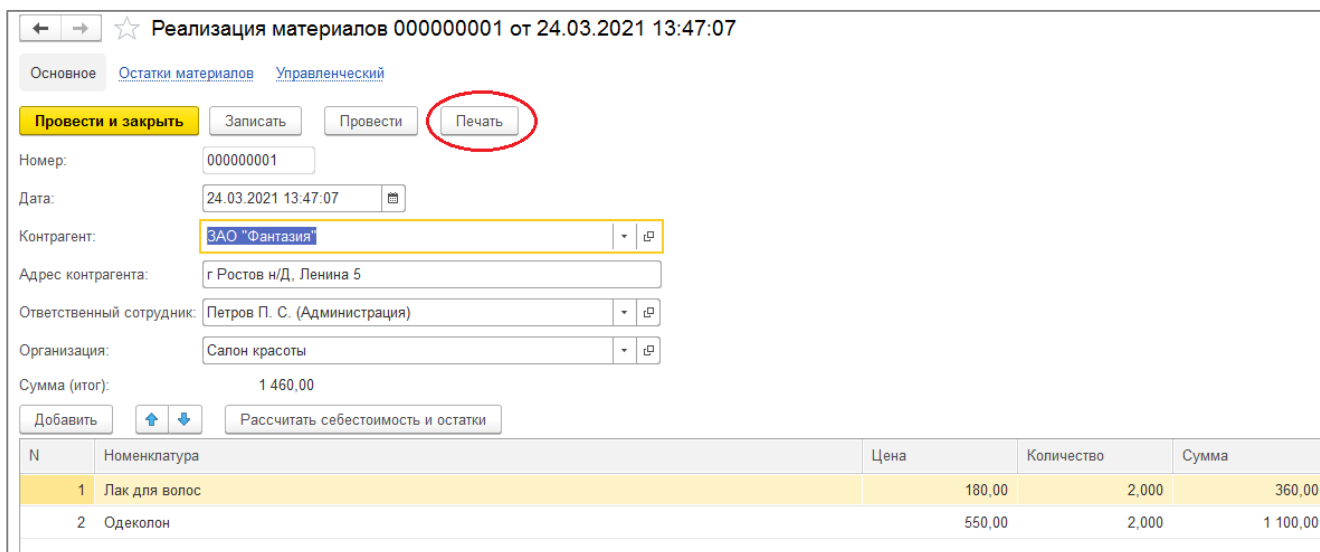

**Рисунок 16.13** Структура формы документа «РеализацияМатериалов» с кнопкой печати
- В командную панель формы документа **РеализацияМатериалов** помещена команда **Печать** для формирования печатной формы документа (рисунок 16.13).